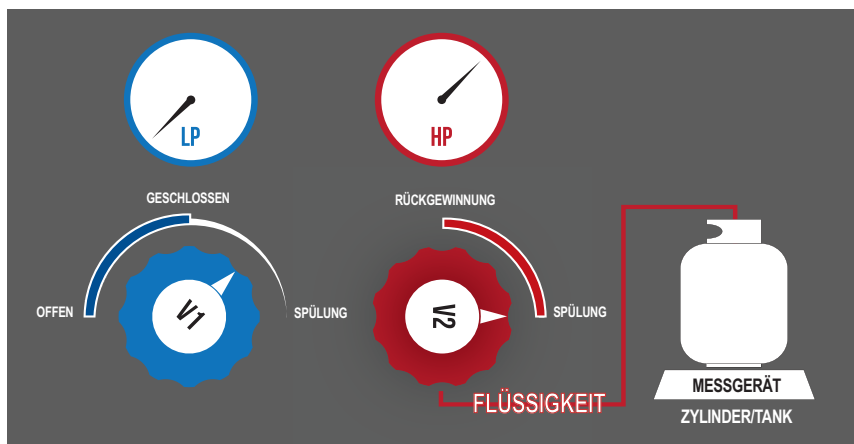

Abb. 2 Einrichtungsverfahren für Spülung
- 12 Spülen Sie die F6-DP-250 unmittelbar danach. Ein Spülen ist erforderlich, um alle Kühlmittelreste aus dem Inneren der F6-DP-250 sowie aus dem Schlauch vom Auslass zum Rückgewinnungstank zu entfernen. Siehe Abschnitt Reinigung des F6-DP-250 und Abbildung 2 unten.
- 1 Drehen Sie das Ventil SPÜLEN/RÜCKGEWINNEN (V2) bei ausgeschalteter F6-DP-250 auf SPÜLEN. **Siehe Abb. 2.**